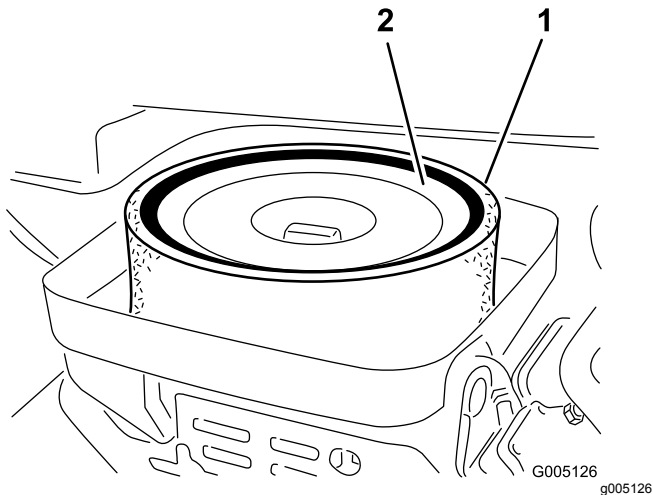

Bild 40
3. Entfernen Sie die Flügelmutter, mit der die Einsätze am Luftfiltergehäuse befestigt sind (Bild 40).
4. Nehmen Sie einen verschmutzten Schaumeinsatz vorsichtig vom Papiereinsatz ab (Bild 40). Reinigen Sie ihn gründlich wie folgt: